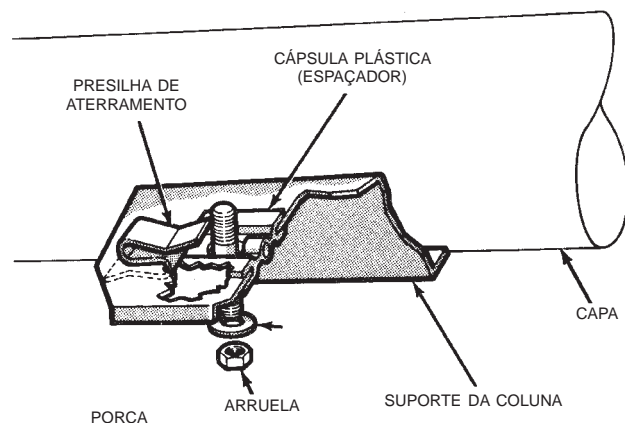

Fig. 8 Presilha de Aterramento e Espaçador
(1) Alinhe e instale a coluna no acoplador. **Não aplique força no topo da haste da coluna.**
(2) Certifique-se de que as presilhas de aterramento estejam na posição correta (Fig. 8).
(3) Instale o cabo de intertravamento na coluna de direção. Consulte o Grupo 21 - "Intertravamento Câmbio/Ignição na Transmissão Automática".
(4) Instale as conexões da fiação à coluna de direção. **Assegure-se de que os fios não estejam prensados e que as conexões estejam nos seus lugares corretos.**
(5) Instale o conector da fiação no interruptor multifuncional. Aperte o parafuso de retenção do conector com torque de 2 N·m (17 pol.-lb.).
(6) Ligue os conectores da fiação nos outros interruptores.
(7) Instale o interruptor de ignição.
(8) Instale o capuz de cobertura superior da coluna.
(9) Instale os parafusos de aperto do acoplador do eixo, levante a coluna até o suporte do painel.